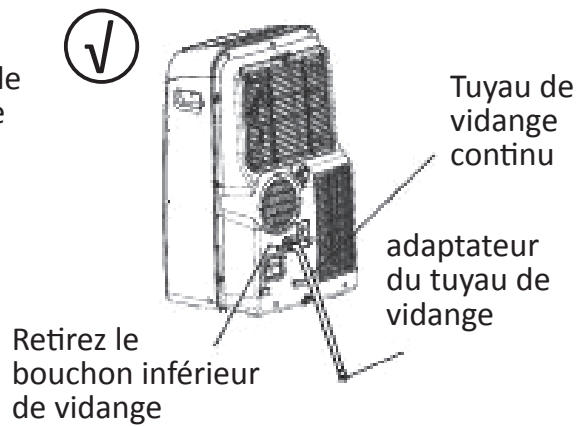

Fig. 20b
- En mode chauffage par pompe à chaleur, retirez le bouchon inférieur de vidange à l'arrière de l'appareil et insérez le tuyau de vidange dans le trou. Placez l'autre extrémité du tuyau directement au-dessus de la zone de vidange au sol. Voir Fig. 20b.